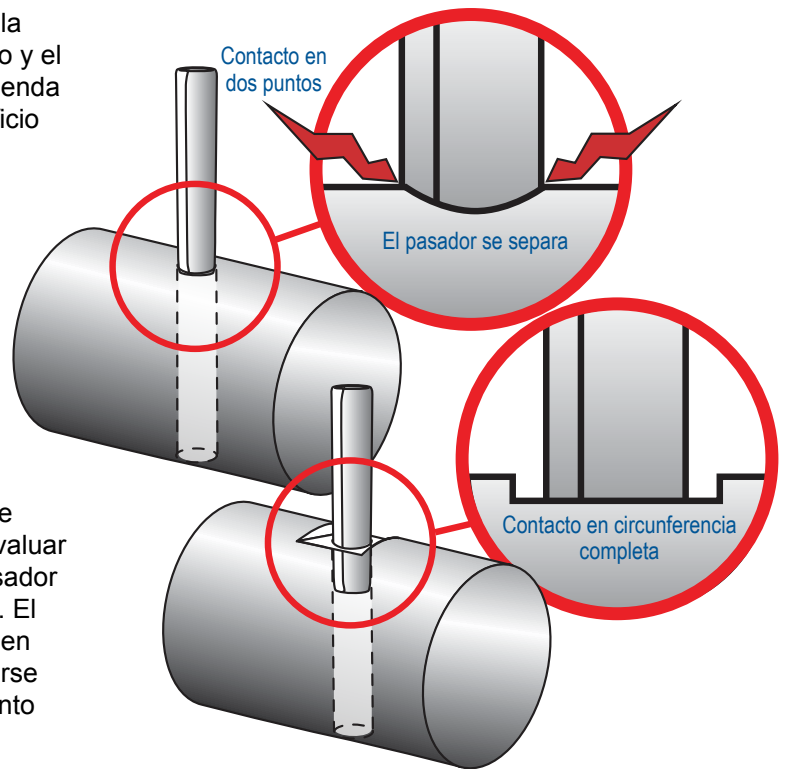

Imagen 3
- Instalar un pasador cilíndrico en un orificio de la superficie de un objeto cilíndrico hace que haya dos puntos de contacto entre el pasador y el orificio. Esto concentra la fuerza de compresión en solo dos puntos de la circunferencia. Para aumentar la superficie de contacto entre el exterior del orificio y el pasador, y para facilitar la instalación, se recomienda colocar un plano en la superficie exterior del orificio (Imagen 3).